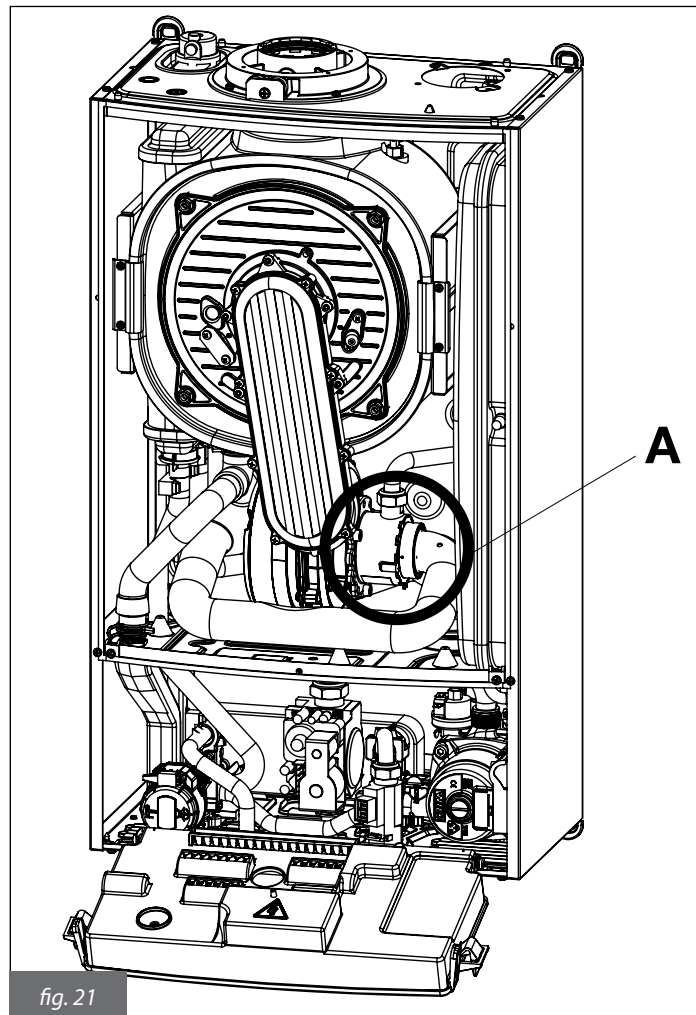

fig. 21
- Abra o misturador (**A** na fig. 21).